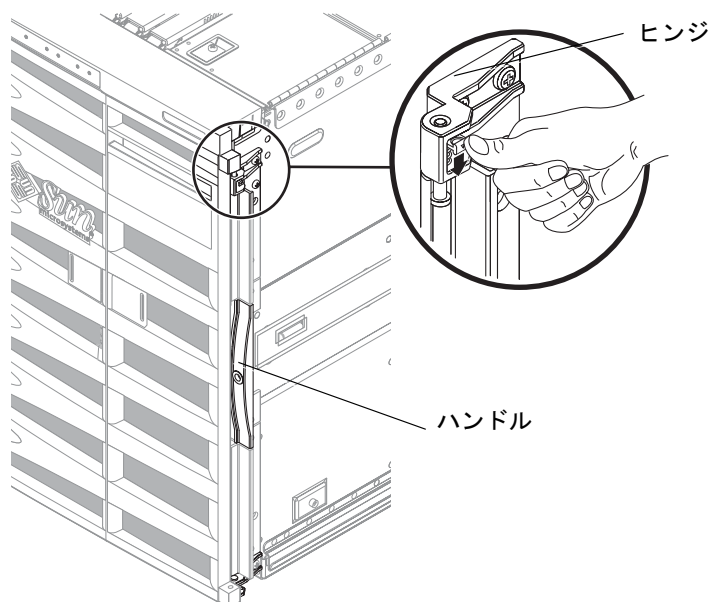

図 15-1 ベゼルのヒンジの外し方
5. 適切な正面ベゼルのドアを取り外します (図 15-1)。ベゼルの各部に付いている 2 つのヒンジのピンを、レバーを押して外します。